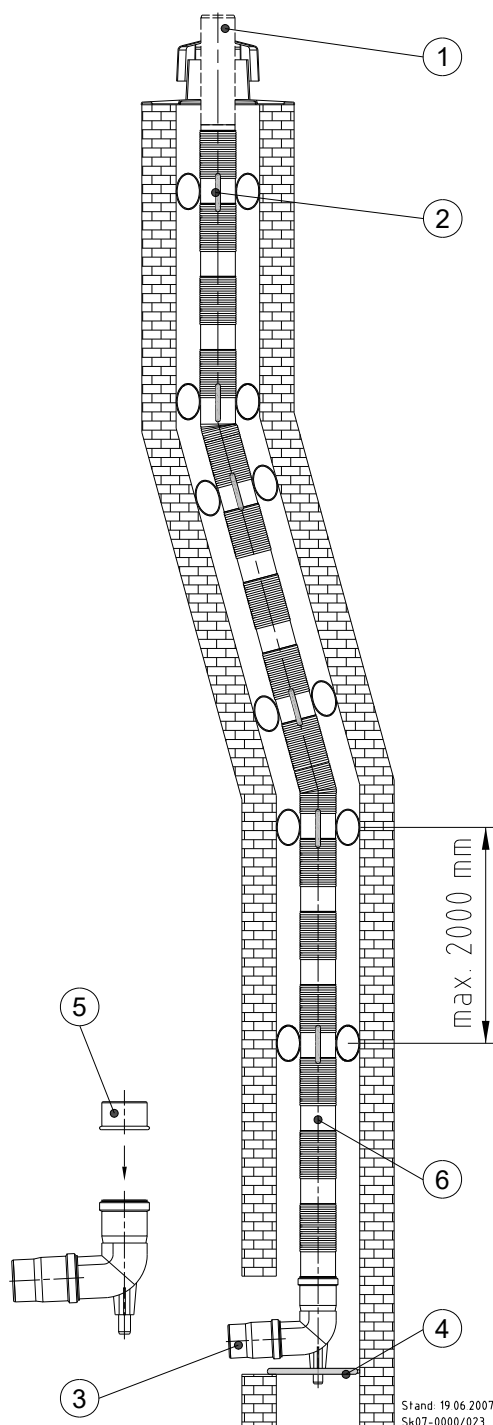
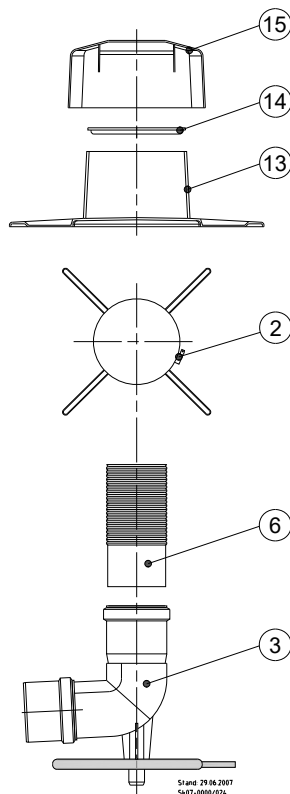

Abb. 61: Kaminsystem, flexibel
Abb. 63: Detail-Zeichnung Befestigung Schachtabdeckung
Legende zu Abb. 61:
- ➔ Säubern und entgraten Sie das Einsteckende des Abgasrohres ⑥ (s. Abb. 61).
- ➔ Reiben Sie das Einsteckende des Abgasrohres ⑥ mit säurefreiem Gleitmittel ein.
- ➔ Stecken Sie das sichtbare glatte Ende des Abgasrohres ⑥ in den auf dem Auflager sitzenden Stützbogen ③.
Legende zu Abb. 63:
②	Abstandhalter
③	Stützbogen mit Auflager
⑥	Flexibles Abgasrohr
⑬	Unterteil der Schachtabdeckung
⑭	Flexrohrklemme
⑮	Abdeckhaube
- ➔ Schieben Sie als erstes das Unterteil der Schachtabdeckung ⑬ (s. Abb. 63) über das Leitungsende Abgasrohr ① (s. Abb. 61).
- ➔ Spreizen Sie die Flexrohrklemme ⑭ auf.
- ➔ Schieben Sie die aufgespreizte Flexrohrklemme über das Leitungsende bis zum Unterteil der Schachtabdeckung ⑬.